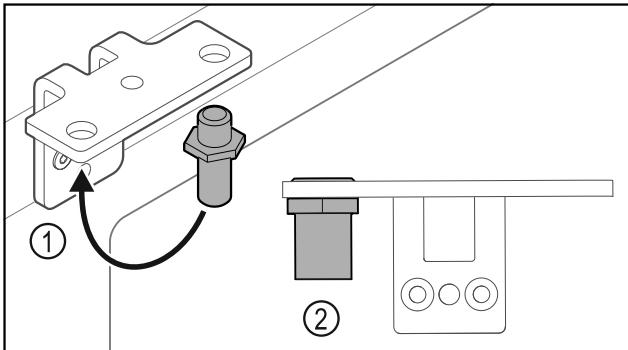

Fig. 23
- Mutati boltul Fig. 23 (1) în coltarul balamalei.
- Strângeți boltul Fig. 23 (2) cu **cuplul de 12 Nm**.